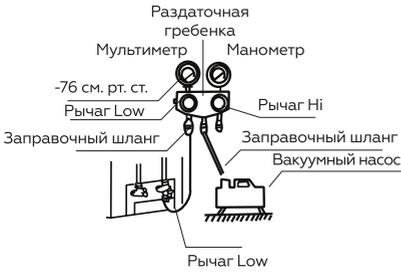

Рис. 37
3. Полностью откройте нижний рычаг раздаточной гребенки (Рис. 37).